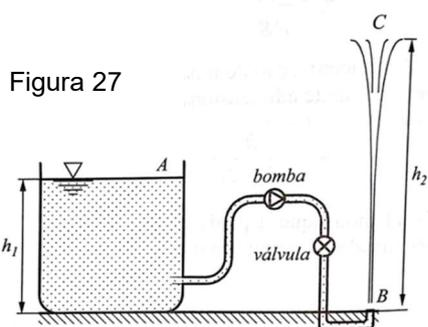

Figura 27
50. A Figura 27 representa uma instalação destinada a alimentar o repuxo de água de um jardim publico, a partir de um reservatório com altura h₁ = 10 m. Determine a altura h₂ atingida pelo repuxo, sabendo que a potência da bomba é 6 kW ($\eta = 71\%$) e que a conduta tem um